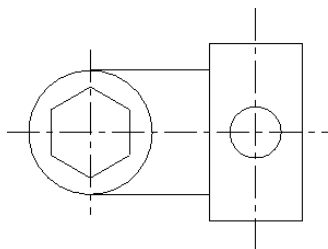

图 3-67 绘制切线
④ 根据系统提示，移动光标捕捉切线与矩形的交点，并单击鼠标左键，再单击“确定”按钮，结果如图 3-67 所示。